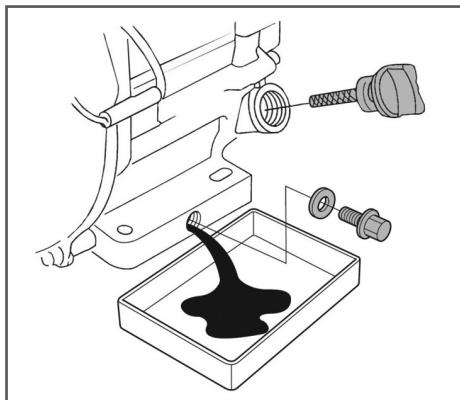

Рис. 23 Замена масла в двигателе
- Очистите от загрязнений зону вокруг маслозаливной горловины. Извлеките крышку-щуп из маслозаливной горловины (Рис. 23) и протрите щуп чистой ветошью.
- Открутите пробку для слива масла и слейте отработанное масло в подготовленную для этого емкость (Рис. 23).